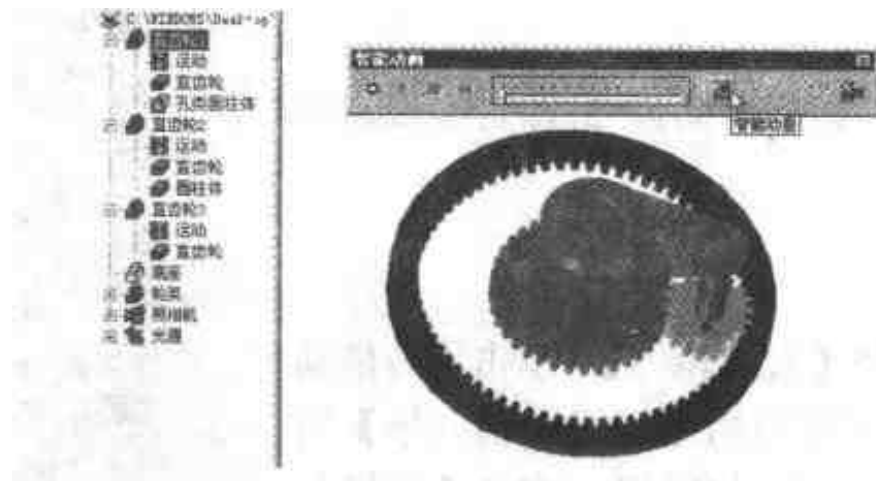

图 5.3 对主动轮应用智能动画
- (1) 选择【显示】|【工具条】命令，选择【智能动画】选项，弹出【智能动画】工具条。
- (2) 选择设计树上的【直齿轮 1】选项，设计环境中的主动轮处于零件编辑状态，单击【智能动画】工具条上的【智能动画】按钮，如图 5.3 所示。